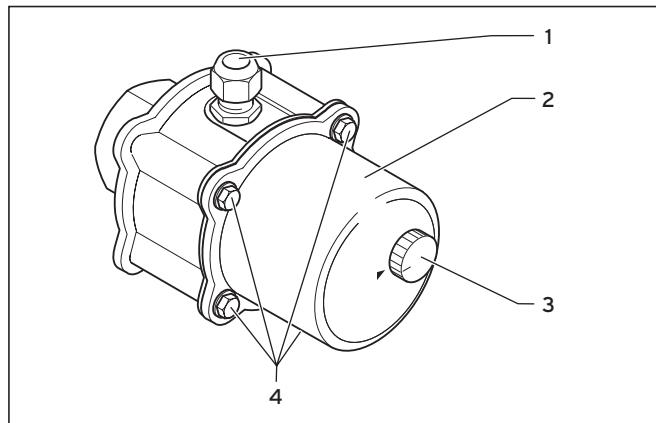
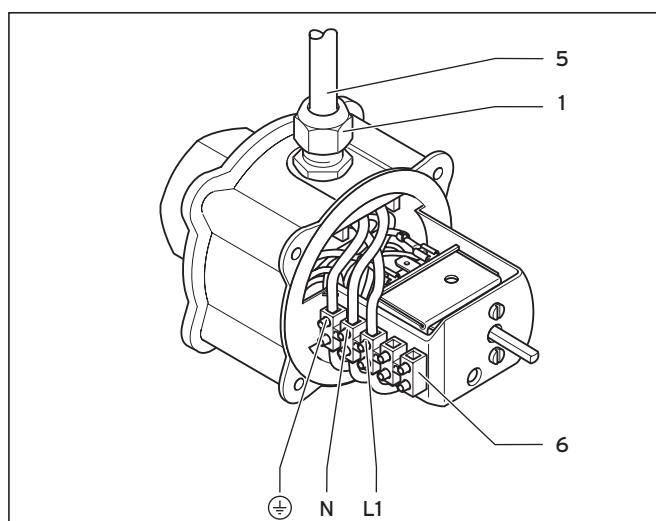
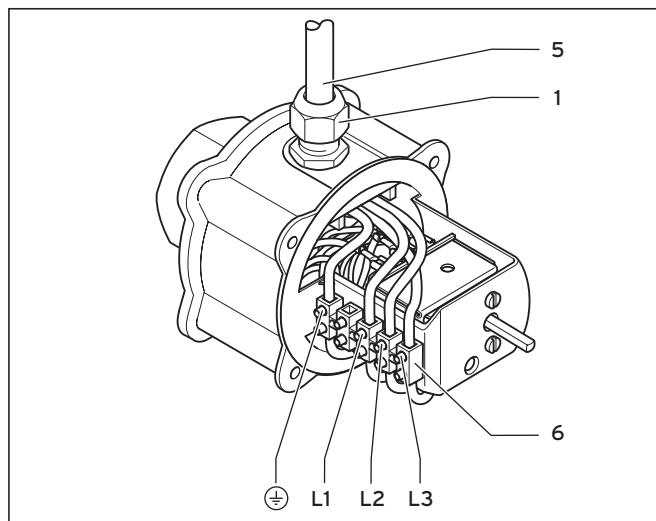

Fig. 6.1 Installere elektrovarmestav
Fig. 6.2 Elektrisk installasjon 230 V elektrovarmestav
Fig. 6.3 Elektrisk installasjon 400 V elektrovarmestav
Gå fram på denne måten (se fig. 6.1 til fig. 6.3):
- Trekk av innstillingsskappen (3).
- Løsne de 4 sekskantskruene (4).
- Trekk av husdekslet (2).
- Fest kabelen (5) med PG-forskruingen (1). Avmantle kabelen tilsvarende. Før kabelen gjennom PG-forskruingen som vist i fig. 6.2 hhv. 6.3 (1). Trekk til PG-forskruingen.
- Skru fast kabelen til klemlisten (6) iht. utførelse iflg. fig. 6.2 (230 V) eller fig. 6.3 (400 V).
- Sett på husdekslet (2) og fest det med de 4 sekskantskruene (4).
- Stikk på innstillingsskappen (3).
- Trekk av innstillingsskappen (3, fig. 6.1).
- Løsne de 4 sekskantskruene (4, fig. 6.1).
- Trekk av husdekslet (2, fig. 6.1).
- Trykk inn sikkerhetstemperaturbegrenseren (7).